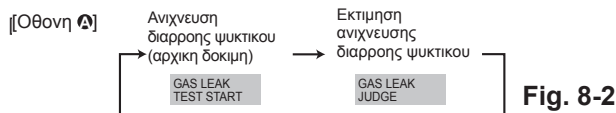

Fig. 8-2
- ① Πατήστε το κουμπί **TEST** για τρία ή περισσότερα δευτερόλεπτα για μεταβαση σε κατάσταση λειτουργία συντήρησης. [Οθονη A] MAINTENANCE
- ② Πατήστε το κουμπί **CLOCK** (▼) και επιλέξτε [GAS LEAK TEST START] (ΕΝΑΡΞΗ ΔΟΚΙΜΗΣ ΔΙΑΡΡΟΗΣ ΑΕΡΙΟΥ). (Fig. 8-2)